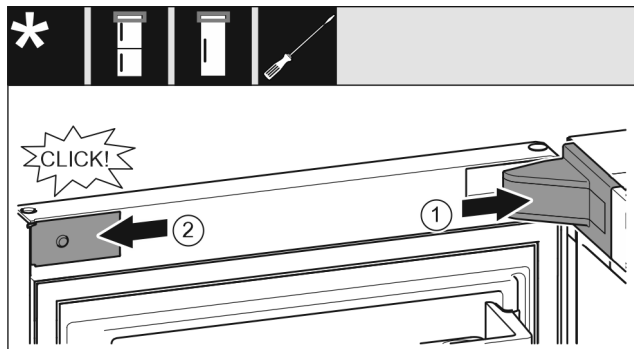

Fig. 20
- ▶ Поставете и фиксирайте капака на лагерната стойка, при нужда внимателно го натиснете настрани. Fig. 20 (1)
- ▶ Поставете странично капачката и я фиксирайте. Fig. 20 (2)